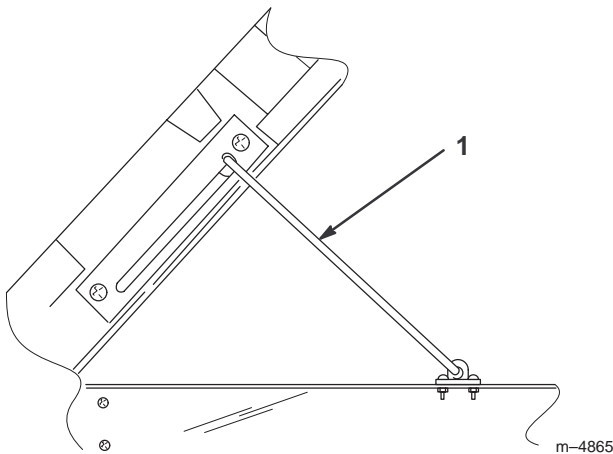

Bild 19
3. Heben Sie die Mulde ganz hoch und senken sie dann etwas ab, um den Ständer einrasten zu lassen (Bild 19).